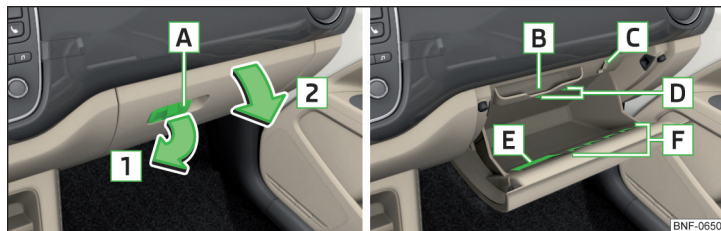

Bild 69 Öppna förvaringsfack/förvaringsfackets insida
Förvaringsfack » bild 69
- » Om det finns en fällbar krok » bild 71 på sidan 63 i öppningsspaken **A** » bild 69 ska du avlägsna föremål som hänger här.